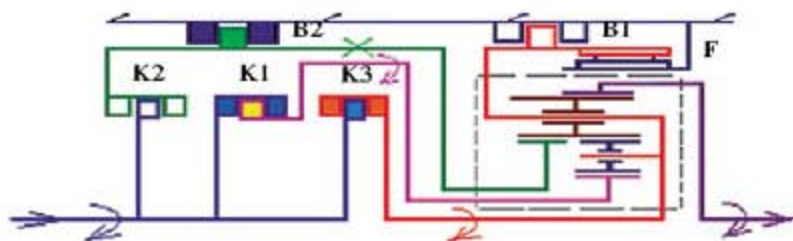

图4 N88不正常时动力传递路线
- 6). 那么电磁阀N88的阻值增大后为什么没有4挡呢? 当电磁阀N88的阻值增大后, 流经N88的电流必然减小, 从而导致电磁阀磁力不足, 阀芯无法开启或开启程度不足, 来自减压阀的控制油压无法顺利加载在K1/B1控制阀的右侧, 在左侧弹簧力的作用下K1/B1控制阀芯依然保持在右端, 切断了K1离合器的泄压通道, 来自低挡调节阀的主油压经过K1/B1控制阀后, 再通过3/4调节阀使K1离合器接合, 所以此时K1、B2、K3全部接合, 在理论上构成了非法传动状态, 具体情况如图4所示。
- 7). 从图4可以清楚地看出, K1和K3离合器把行星齿轮机构的大小行星排连成了1个整体, 传动机构有3挡直接传动的趋势, 但是因为B2制动了大太阳齿轮, 使变速器输入轴和输出轴瞬间与壳体抱死, 由此会产生以下结果。